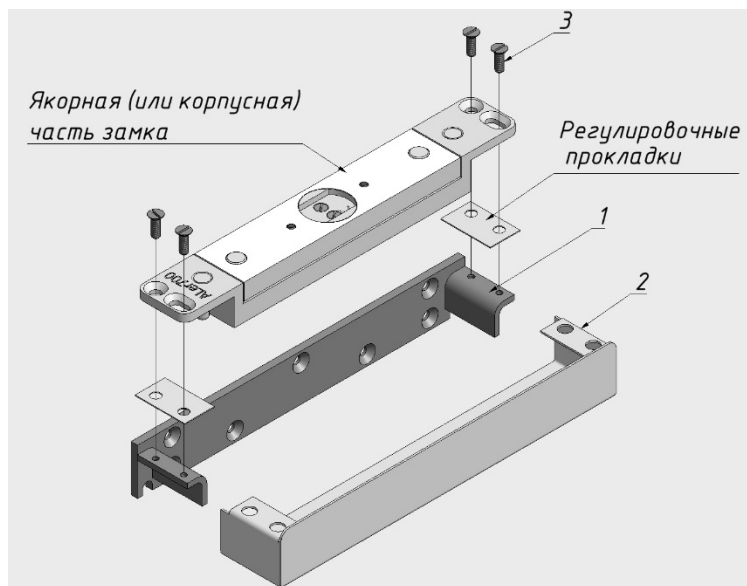

Рисунок 1
2.1 Корпусная часть замка крепится с помощью кронштейна к дверной раме, якорная часть замка с помощью аналогичного кронштейна - к полотну двери. Кронштейны крепятся с помощью саморезов или винтов (не входят в комплект поставки). Кожухи крепятся к кронштейнам штатными винтами одновременно с корпусом или якорем замка (рисунок 1).